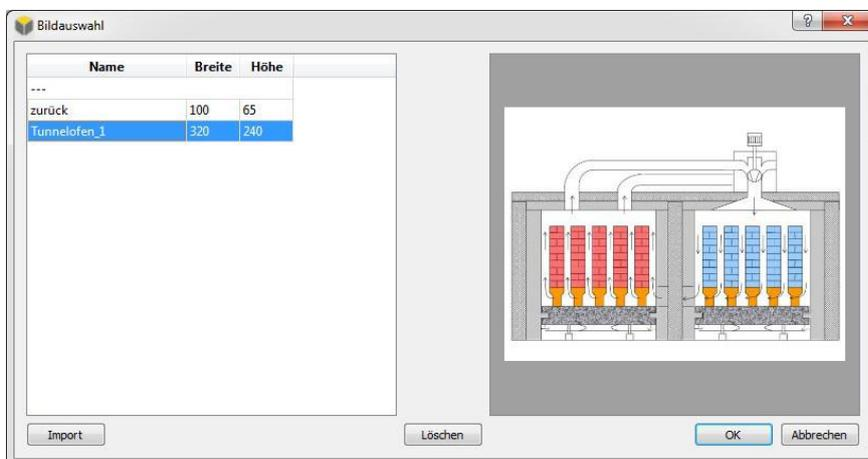

Abbildung 56 Grafik Importfenster
- Das Element „Bild“ dient zur Anzeige von Bildern, welche in das EasyTool MFC importiert werden müssen. Unterstützt werden jpg, png, bmp. Der Import erfolgt wie auch die Auswahl bereits importierter Bilder über den Parameter „Bild 1“ und „Bild 2“. Nach Anwahl der Bildauswahl (Taste mit drei Punkten ) erscheint ein Importmenü (siehe Abbildung 56). Nach Anwahl der Importfunktion wird ein Standard-Dateibrowserdialog angezeigt. Hier kann nun die Grafik gesucht und importiert werden. Anschließend wird die Grafik im Importfenster angezeigt und kann ausgewählt werden. Als Funktion unterstützt das Element „Bild“: